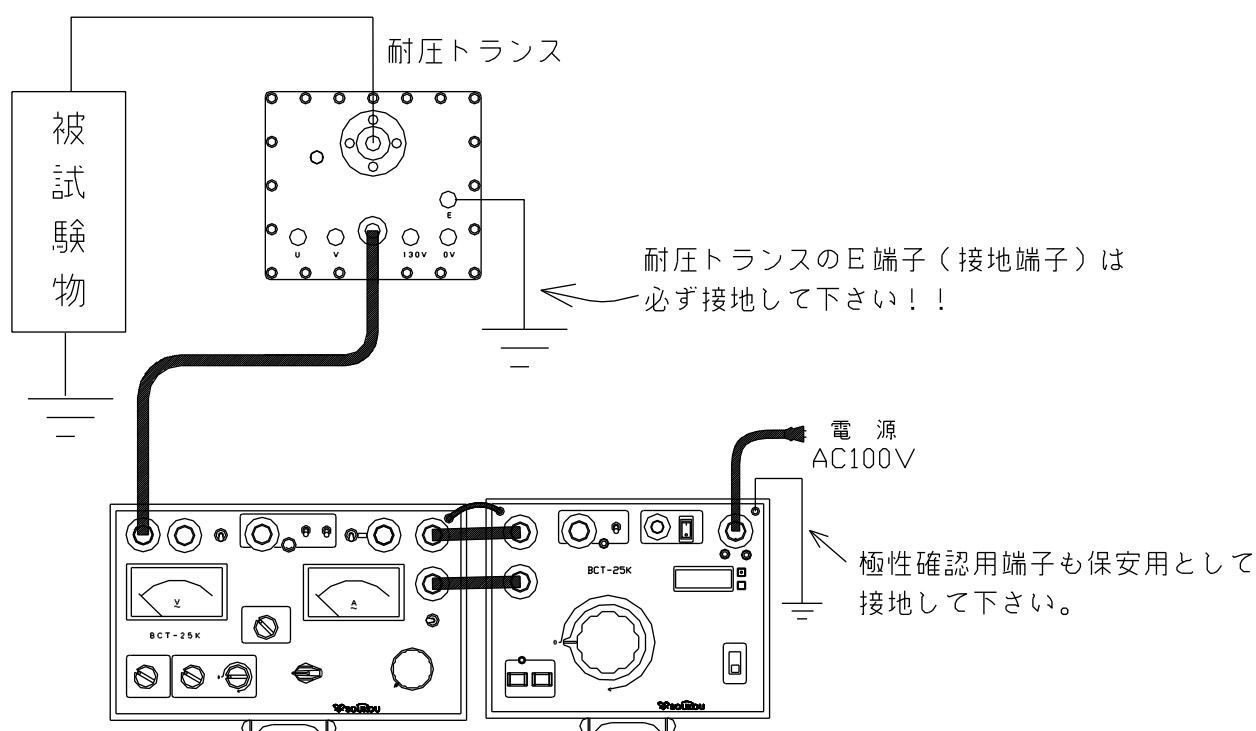

図20：試験回路図
3. 以上のような点を注意し、試験回路を構成します。(図20,21,22)